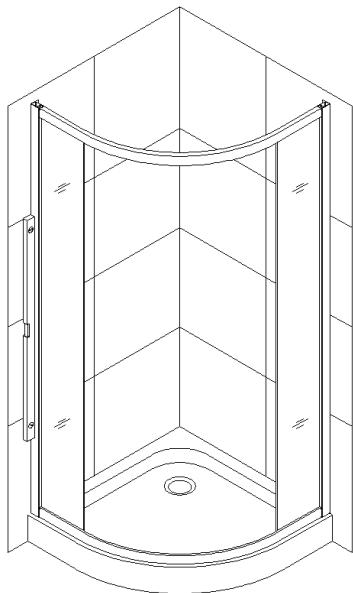

Рис. 5
5. В собранном виде задвиньте поддон к стене. Для того чтобы отрегулировать положение душа следует частично вытянуть его из настенного профиля. Отрегулируйте расположение настенного профиля с помощью уровня, используйте помочь, чтобы удерживать оба конца профиля в правильном положении и наметьте отверстия. Аккуратно переместите собранный блок, просверлите отверстия в стене и вставьте анкера (15). Поместите скомпонованный блок на поддоне, и прикрепите его к стене при помощи шурупа с полукруглой головкой ST4.2×30 (10). См. рис. 5 и 6 для более подробной информации.